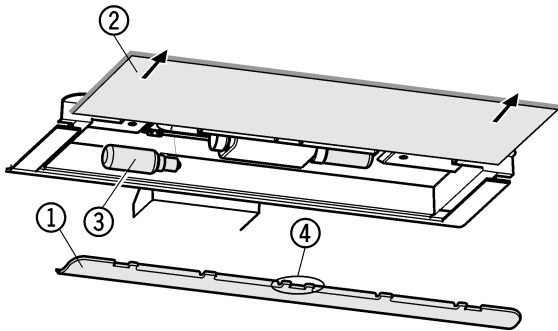

Fig. 18
- Suojuksen Fig. 18 (1) irrottaminen: Työnnä sormi suojuksen alle ja irrota suojus lukituksesta.
- Vedä lasilevy Fig. 18 (2) pois paikaltaan.
- Vaihdahehkulamppu Fig. 18 (3).
- Suojuksen kiinnitys: katso, että levy lukkiutuu paikalleen molemmin puolin ja että keskimäinen hakanen Fig. 18 (4) pitää levyn kiinni.